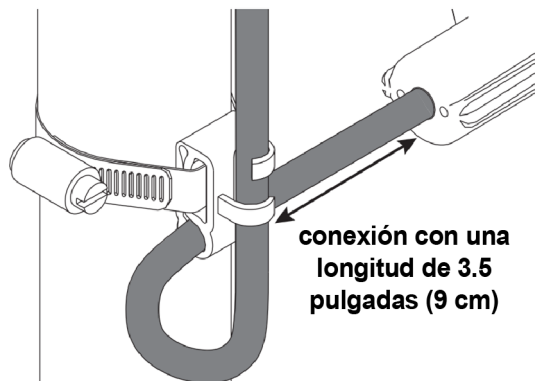

Figura 2
- 1) Coloque el cable del interruptor del flotador en la abrazadera como se muestra en la **Figura 2**.
- 2) Ubique la abrazadera en el nivel de activación deseado y asegure la abrazadera al tubo de descarga de la bomba como se muestra en la **Figura 2**.